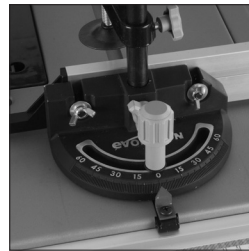

Fig. 31
N.B.: De verstekmeter (**K**) (**Fig. 31**) kan aan weerskanten van de tafel worden gebruikt en draait in elk van de twee omgekeerde 'T'-sleuven in het tafelblad.